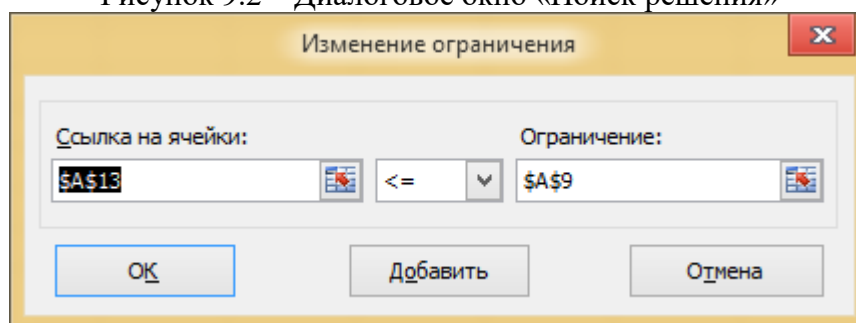

Рисунок 9.3 – Диалоговое окно Добавление ограничения
7. Для того чтобы ввести ограничения, нужно нажать на кнопку Добавить. Появляется диалоговое окно Добавление ограничения (рисунок 9.3). В левое поле вводим адрес ячейки, где находятся ограничения (или диапазон адресов ячеек). В центральном поле выбираем знак операции отношения, а также задаем целочисленность или бинарность переменных, если это необходимо по условию задачи. В правом поле задаем адрес ячейки (или диапазон адресов), где находятся правые части ограничений. Вместо адресов в правой части можно просто задать числовые значения.